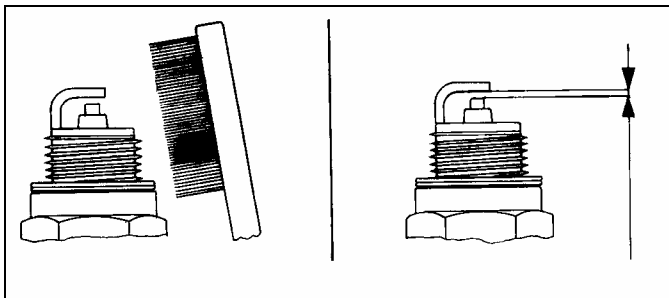

Рис.13 Свеча зажигания
*Производите очистку электродов щеткой. (Рис.13).Если центральный электрод изношен, замените свечу.*